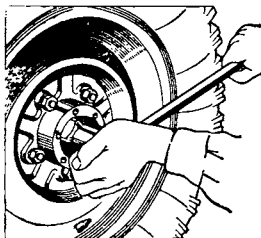

Рис. 88. Регулировка подшипников ступиц
6. Затяните гайку регулировки подшипников ступицы с помощью ключа и лопатки-воротка усилием одной руки (рис. 88).